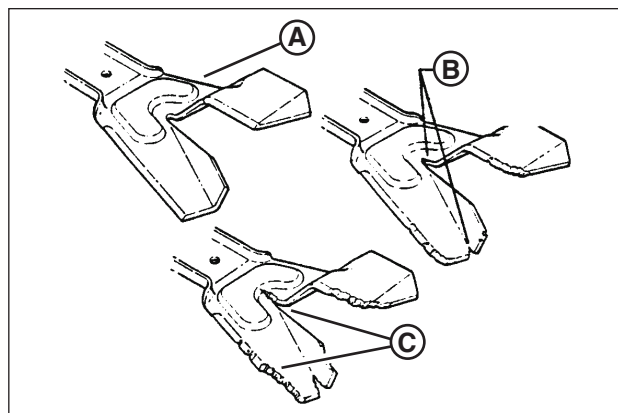

Figure 19: Limites d'usure de lame Ninja
1. Inspectez régulièrement la lame (**Figure 19**) pour détecter d'éventuels signes d'usure excessive ou des dommages :
- (A) Lame neuve
- (B) Limite d'usure (des encoches et des fissures apparaissent sur la pointe)
- (C) Conditions dangereuses! Ne pas utiliser sur la tondeuse! Remplacez par une lame neuve.